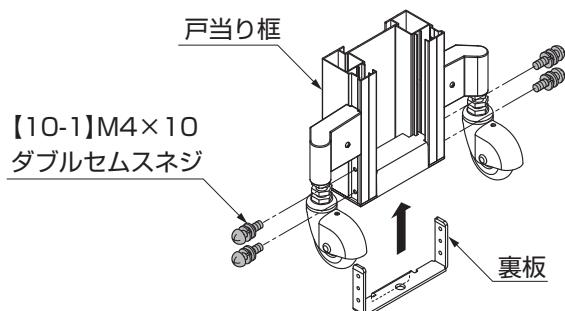

図11-8
- ①裏板を戸当り框に【10-1】で組付けてください。(図11-8参照)